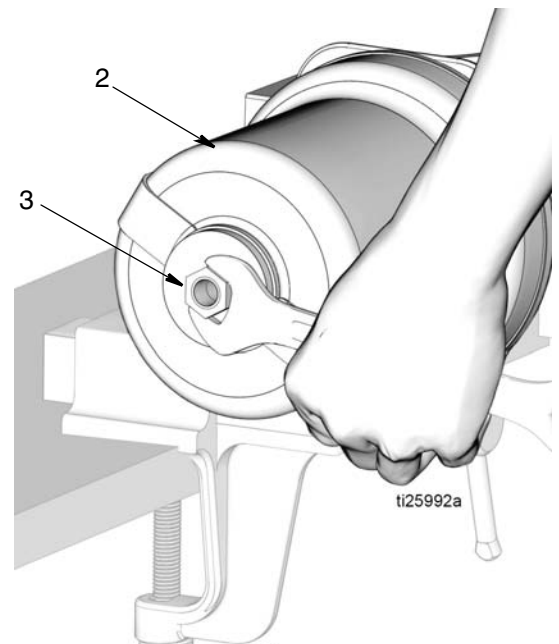

图 15
12. 从气缸 (2) 的顶部拆下活塞防松螺母 (3) (图 15)。